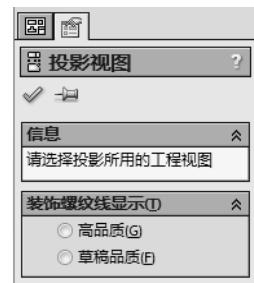

图 8-31 投影视图操控板
(2) 单击工程图工具栏上的【投影视图】按钮，投影视图操控板出现，如图 8-31 所示。